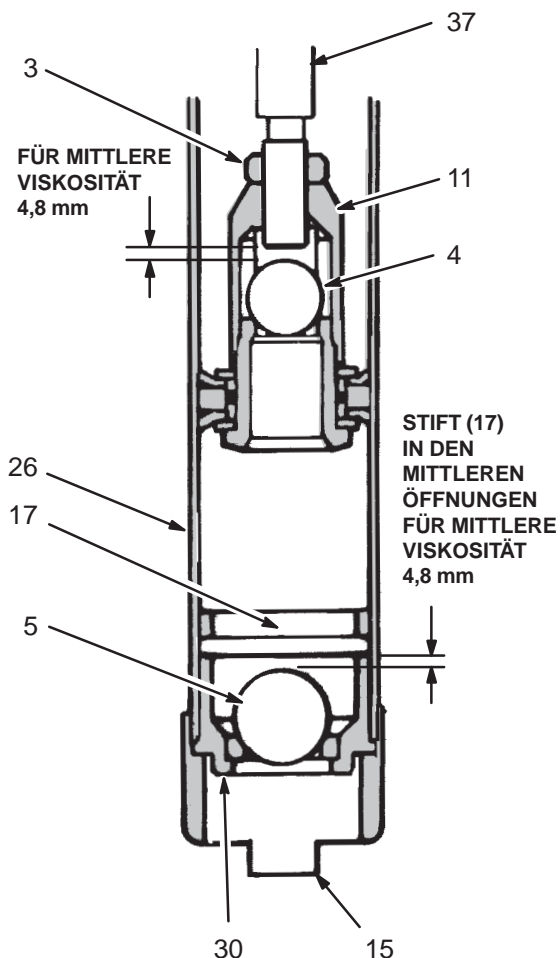

Abb. 2
Zum Einstellen des Kolbenkugelspiels die Sicherungsmutter (3) lösen und den Kolben (11) gegen den Uhrzeigersinn drehen, um das Kugelspiel zu erhöhen, bzw. im Uhrzeigersinn drehen, um das Kugelspiel zu verringern. Für Flüssigkeiten mit mittlerer Viskosität sollte das Kugelspiel 0,19" (4,8 mm) betragen. Siehe Abb. 2.